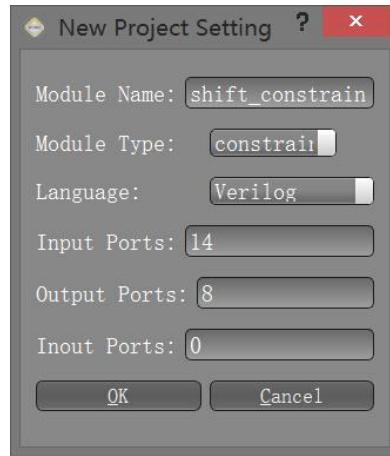

图 4-1-6 新建约束模块
(1) 新建一个模块，命名为 shift_constraint，模块类型选择为 constrain，具有 14 个输入和 8 个输出，如图 4-1-6 所示。